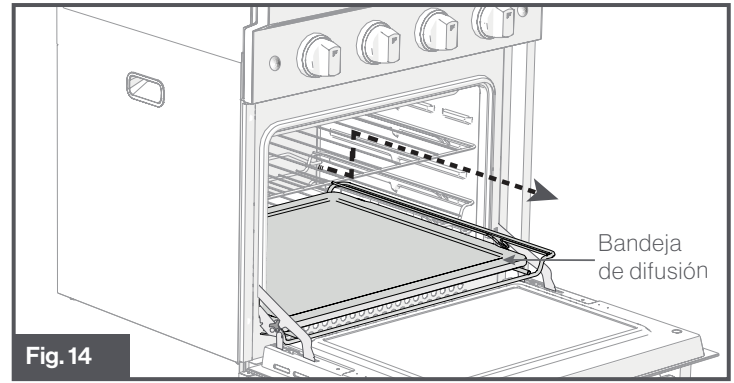

Fig. 14
- Para insertar la **bandeja del difusor**, colóquela justo encima de la posición más baja. La **bandeja del difusor** debe deslizarse hacia atrás y caerá cuando haya entrado por completo. (Fig. 14)